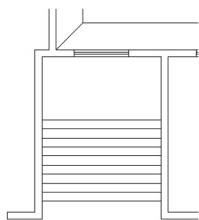

图 2.113 生成其他踏步线
③ 在**指定移动点或【基点(B)/复制(C)/放弃(U)/退出(X)】**:提示下,输入“C”后按 Enter 键,启动**【复制】**子命令。
④ 在**指定移动点或【基点(B)/复制(C)/放弃(U)/退出(X)】**:提示下,打开**【正交】**功能,将光标垂直向下拖动,分别输入“300”按 Enter 键、“600”按 Enter 键……依次以 300 为倍数逐步增加,最后输入“2700”按 Enter 键结束命令,结果如图 2.113 所示。